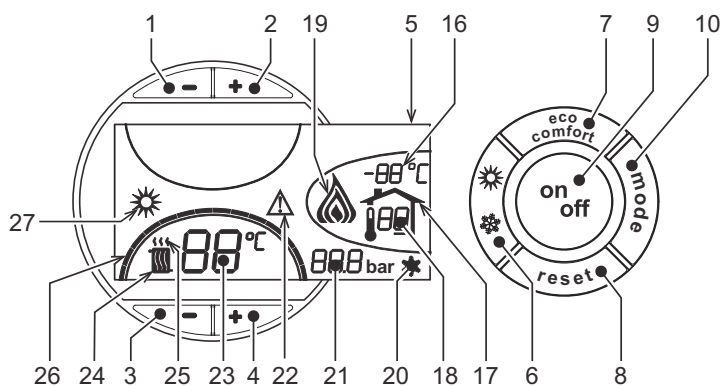
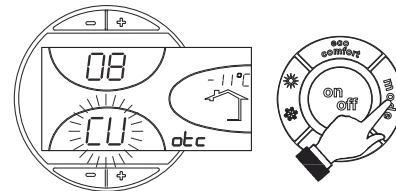
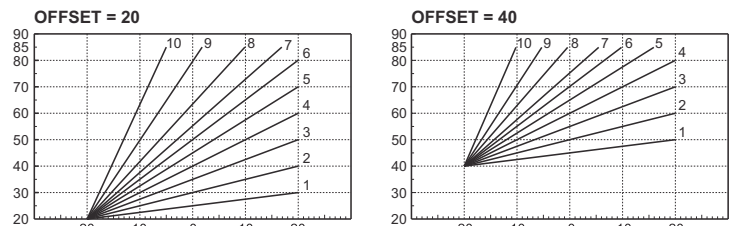

fig. 1 - Panneau de contrôle
fig. 9 - Courbe de compensation
fig. 12 - Exemple de déplacement parallèle des courbes de compensation
Appuyer 1 seconde sur la touche **on/off** (rep. 9 - fig. 1).
Pour rallumer la chaudière, appuyer à nouveau 1 seconde sur la touche **on/off** (rep. 9 - fig. 1).
- Appuyer sur la touche ON/OFF (9 - fig. 1)
Appuyer sur la touche **été/hiver** (rep. 6 - fig. 1) pendant 1 seconde.
L'afficheur montre le symbole Été (rep. 27 - fig. 1) : la chaudière ne fournira que de l'eau chaude sanitaire. Le système hors-gel reste actif.
Pour désactiver le mode Été, appuyer à nouveau sur la touche **été/hiver** (rep. 6 - fig. 1) pendant 1 seconde.
Pour régler la température entre 30° C (minimum) et 80° C (maximum), agir sur les **touches du chauffage** (rep. 3 et 4 - fig. 1).
Pour régler la température entre 10° C (minimum) et 65° C (maximum), agir sur les touches eau chaude sanitaire +/- (rep. 1 et 2 - fig. 1).
Lorsqu'une sonde extérieure (option) est installée, l'afficheur du tableau des commandes (rep. 5 - fig. 1) montre la température extérieure actuelle mesurée par la sonde. Le système de régulation de la chaudière travaille en mode "température évolutive". Dans ce mode, la température de l'installation chauffage est régulée en fonction des conditions climatiques extérieures de manière à garantir un confort élevé et une économie d'énergie pendant toute l'année. En particulier, lorsque la température extérieure augmente, la température de départ installation diminue selon une courbe donnée "de compensation".
Avec le réglage évolutif, la température programmée à l'aide des touches chauffage +/- (rep. 3 et 4 - fig. 1) devient la température maximum de départ installation. Il est conseillé de régler la valeur maximale pour permettre au système de réguler la température sur toute la plage utile de fonctionnement.
Appuyer une fois sur la touche **mode** (rep. 10 - fig. 1) pour afficher la courbe de compensation actuelle (fig. 9). Il est possible de la modifier à l'aide des **touches eau chaude sanitaire** (rep. 1 et 2 - fig. 1).
Appuyer sur les touches **chauffage** (rep. 3 et 4 - fig. 1) pour passer au déplacement parallèle des courbes (fig. 12), qui peut être modifié à l'aide des **touches eau chaude sanitaire** (rep. 1 et 2 - fig. 1).
Réappuyer sur la touche **mode** (rep. 10 - fig. 1) pour quitter le mode de réglage des courbes parallèles.
Si la chaudière est reliée à la chronocommande à distance (option), les réglages ci-dessus seront gérés comme indiqué dans le tableau tableau 1. De plus, l'afficheur du panneau de commande (rep. 5 - fig. 1) montre la température ambiante actuelle, mesurée par la chronocommande à distance.
Sélection Eco/Confort	En désactivant l'eau chaude sanitaire à partir du menu de la chronocommande à distance, la chaudière sélectionne le mode Economy. Dans cette condition, la touche 7 - fig. 1 sur le panneau de la chaudière est désactivée.
Température évolutive	En activant l'eau chaude sanitaire à partir du menu de la chronocommande à distance, la chaudière sélectionne le mode Confort. Dans cette condition, il est possible de sélectionner un des deux modes à l'aide de la touche 7 - fig. 1 du panneau de la chaudière.